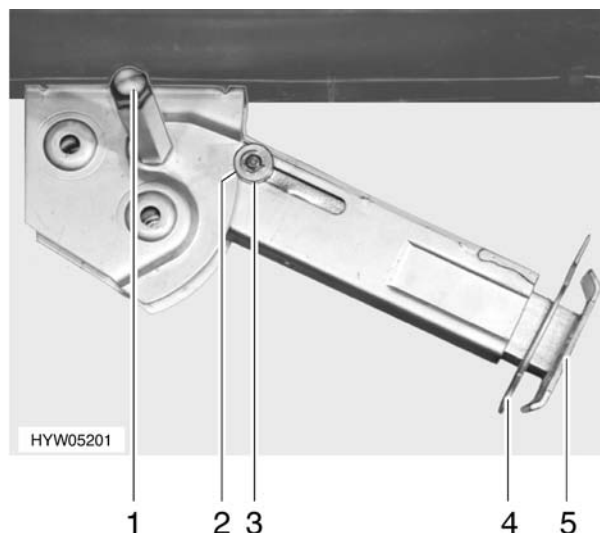

Fig. 24 Piedino di stazionamento
- Inserire la chiave a tubo nell'esagonale (Fig. 24,1) e girare fino a quando il piedino di stazionamento non si trova in posizione verticale verso il basso.
- Estrarre la copiglia (Fig. 24,4) dal prolungamento dell'estremità del piedino (Fig. 24,5).
- Inserire la chiave a tubo nell'esagonale (Fig. 24,1) e girare fino a quando il piedino di stazionamento non si stacca dal terreno.
- Spingere completamente all'interno il prolungamento dell'estremità del piedino (Fig. 24,5) e inserire la copiglia (Fig. 24,4) nel foro apposito.
- Girare la chiave a tubo nell'esagonale (Fig. 24,1), fino a quando il piedino di stazionamento non è sollevato verso l'alto e la guida (Fig. 24,3) è rientrata totalmente nell'intaglio (Fig. 24,2).
- ▷ Accertarsi che tutti i piedini di stazionamento siano completamente chiusi, che tutti i prolungamenti siano totalmente rientrati e fissati con la copiglia (Fig. 24,4), e che la guida (Fig. 24,3) sia rientrata nell'intaglio (Fig. 24,2).